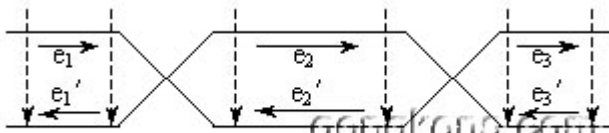

图6 双绞线降低共模干扰
- (1) 采用双差分输入的差动放大器，这种放大器具有很高的共模抑制比。
- (2) 把输入线绞合，绞合的双绞线能降低共模干扰，由于改变了导线电磁感应  $e$  的方向，从而使其感应互相抵消，如图 6 示。